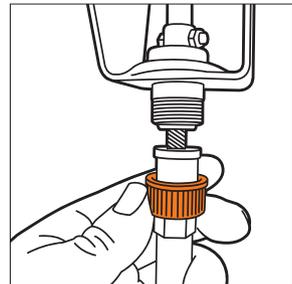

Рис. 35
- Соедините вторую сторону гибкого вала с рычагом поворота желоба, расположенном на панели оператора, зафиксируйте соединительной гайкой (Рис. 35).